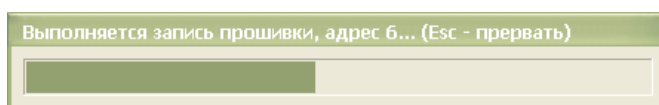

Рисунок 15
6) Начнется процесс записи встроенной программы БПДД-RS, который может занять несколько секунд (рисунок 15).